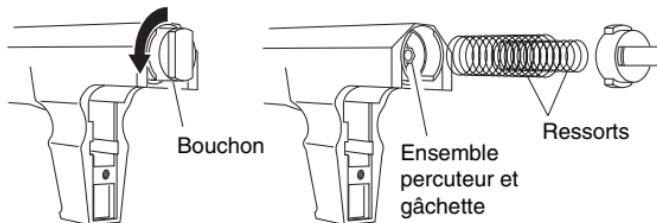

**Figure 6 - Retrait du culbuteur**
1. Repousser la tige du culbuteur (Figure 6).